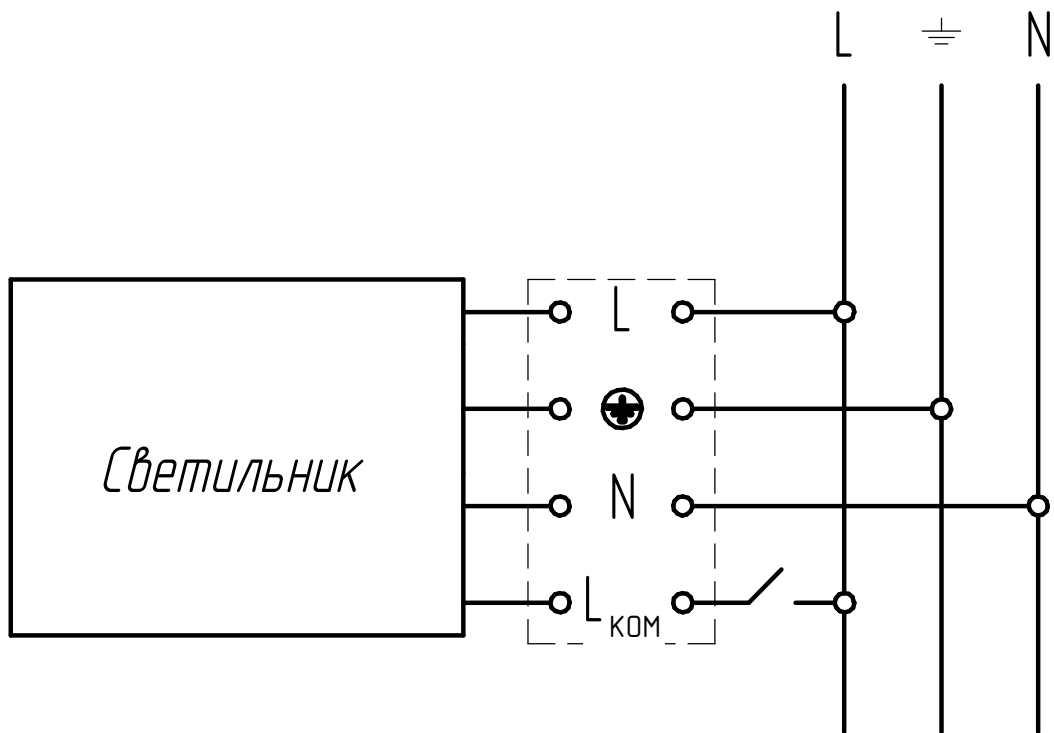

Рисунок 2 - Схема подключения светильника серии ДСП47 к электрической сети
2.15 Масса и габаритные размеры светильников приведены в таблице 2 (см. рисунок 1, рисунок 2 приложения А).
3.3 Схема подключения светильников приведена в приложении А (рисунок 2,3).
5.5 Подключите светильник к электрической сети согласно схеме (рисунок 2).